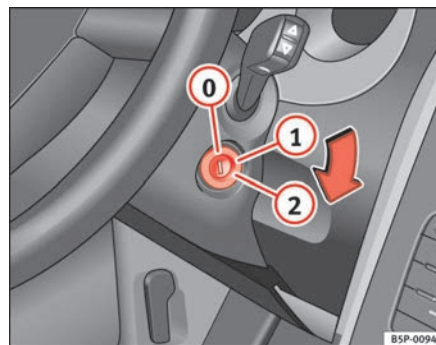

Fig. 135 Posições da chave da ignição
Nesta posição, ⇒ fig. 135 a ignição e o motor estão desligados, podendo bloquear a direcção.
- Rodar a chave da ignição para a posição ⇒ **página 166, fig. 135**
①. O indicador luminoso acender-se-á em caso de pré-incandescência do motor.
- Quando a luz avisadora já não estiver acesa, rodar a chave da ignição para a posição ② para dar arranque ao motor, sem acelerar.
- Rodar a chave da ignição para a posição ⇒ página 166, fig. 135 .